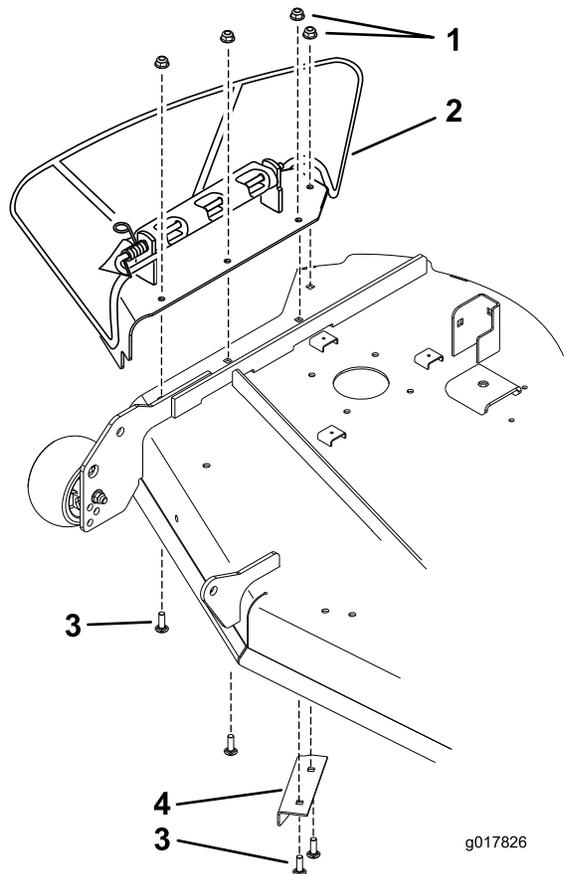

Figure 24
1. Déposez l'ensemble plaque comprenant la goulotte latérale (Figure 24).